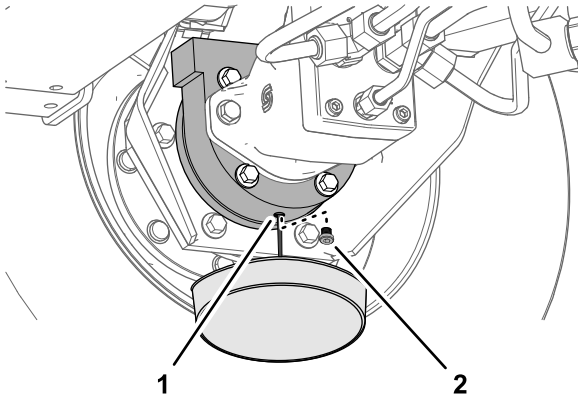

Bild 106
6. Stellen Sie eine Auffangwanne unter das Bremsgehäuse, entfernen Sie die Ablassschraube und lassen das Öl ganz ablaufen (Bild 106).